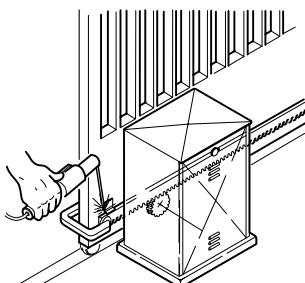

Fig. 11
- 2) Apoyar en el piñón el primer tramo de cremallera, correctamente nivelado, y soldar el soporte a la cancela como ilustra la fig. 11.